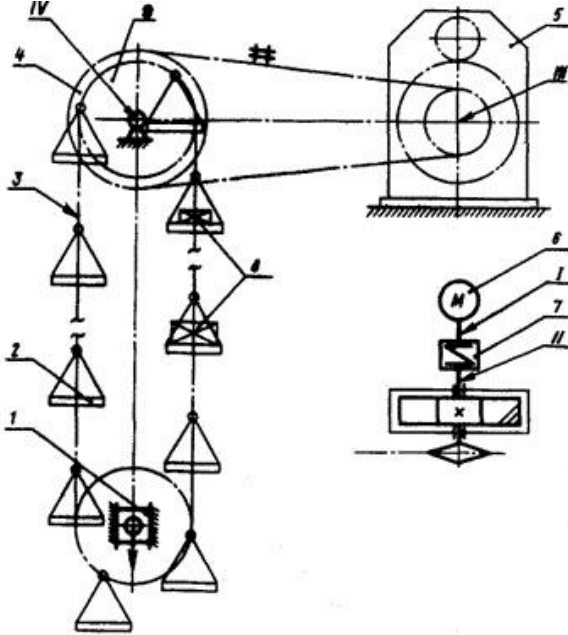

Рис. 1. Кинематическая схема привода люлочного элеватора:
3. Исходные данные для проектирования (табл. 1, рис. 1).